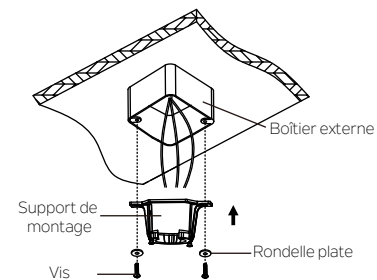

Fig. 5
**Étape 1** . Avant de fixer le ventilateur au boîtier externe (non fournie), assurez-vous que le boîtier externe est solidement fixé à au moins deux points d'un élément de plafond structurel (une boîte libre fera vaciller le ventilateur). Faites passer les fils d'alimentation de 120 volts du boîtier de sortie au plafond par le centre du support de montage au plafond. Installez le support de montage du boîtier externe dans le plafond à l'aide des vis et des rondelles fournies avec le boîtier externe. ( Fig. 5)